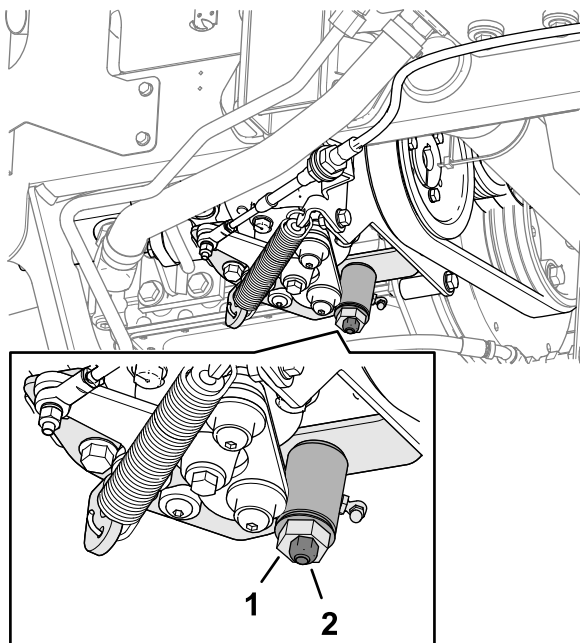

Figura 72
3. Desaperte a porca de bloqueio no excêntrico de tração (Figura 72).